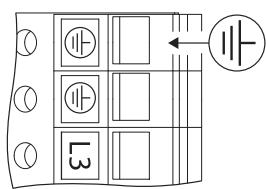

Fig. 27: Messa a terra supplementare
- A causa della corrente dispersa elevata con motori da 11 kW si deve collegare in conformità a EN 50178 un'ulteriore messa a terra rinforzata (vedi fig. 27).**